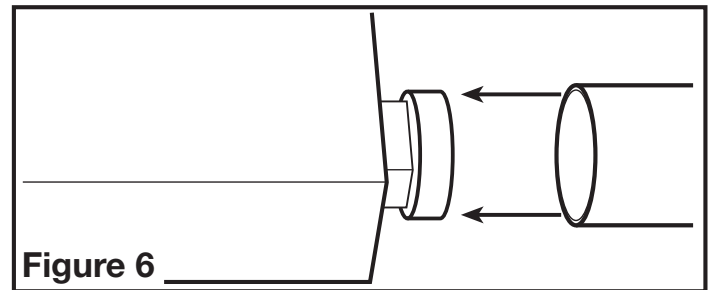

Figure 6
- Enlever tout ruban adhésif qui pourrait retenir le clapet en place durant le transport et raccorder les conduits au collet du conduit du ventilateur (**Figure 6**). Fixer en place à l'aide de ruban ou de serre-joint. Toujours évacuer le ventilateur vers l'extérieur au travers de chapeau mural ou de toit.